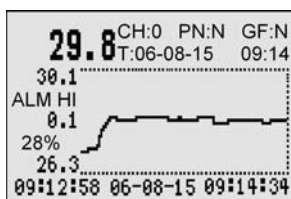

图 5.33
3.3.2.1 平均值：如图 5.33。该方式以测量值的中值为关注重点，曲线在中部显示；